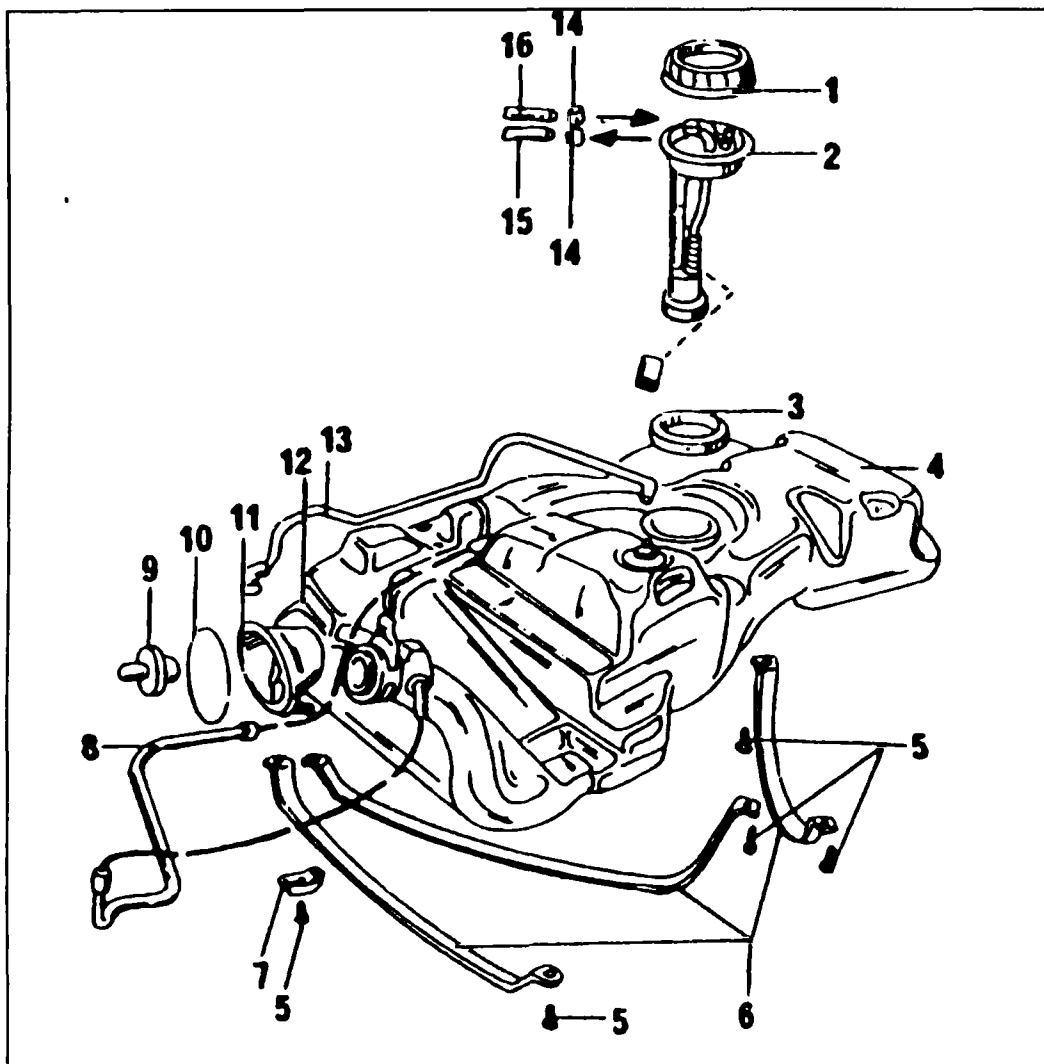

Рис. 4.34 Крепление топливного бака
- ◆ Выньте из заливного конуса (11) зажимное кольцо (10) и снимите резиновый конус. Ослабьте болт (12) (см. рис. 4.34).
- ◆ Отверните болты (5) и снимите ленты крепления бензобака (6)